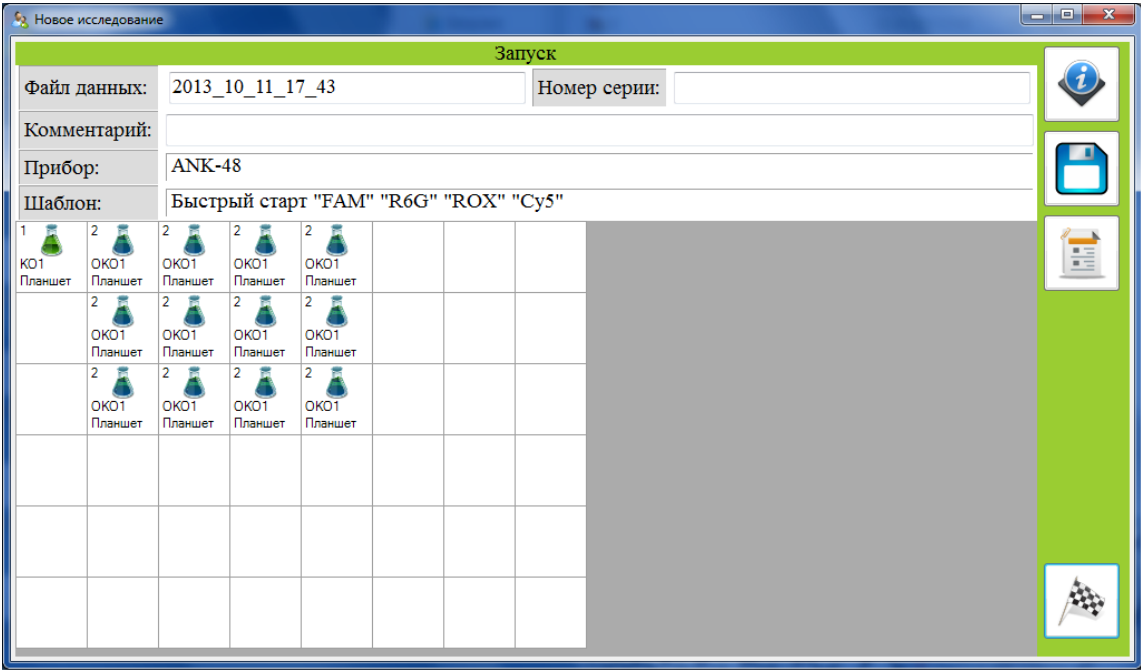

Рис. 7.5 Окно «Запуск»
- переход к окну «Запуск» (рис. 7.5)
Окно «Запуск» (рис. 7.5) и дальнейшие операции стандартны для программы ANK_Shell.exe и описаны более подробно в разделе 4.4.5